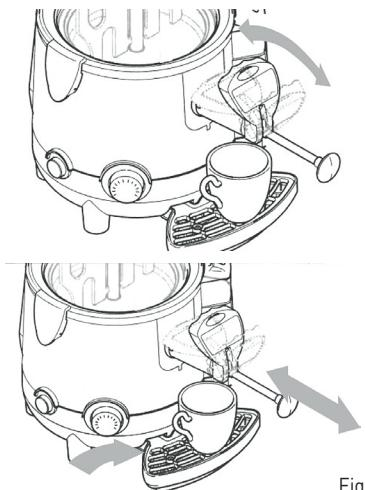

Fig. 1
- Dacă ciocolata caldă curge prea încet, se recomandă tragerea tijei în poziția maximă; orice blocăje ale conductei de distribuție pot fi eliminate împingând tija înainte și înapoi în timp ce mașina este susținută după cum se arată în Fig.1
**Atenție! Pericol de arsuri! Nu atingeți capacul vasului (1) și vasul (2) în timp ce aparatul funcționează, deoarece acestea sunt foarte fierbinți. Utilizați întotdeauna mânerul superior al capacului de vas (2) pentru a-l ridica.**